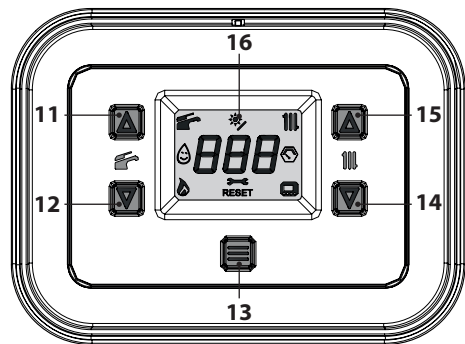
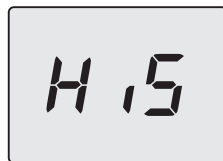
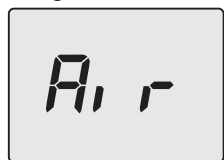
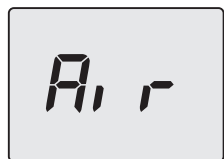

Figura 6.6
Figura 6.8
Figura 6.10
Figura 6.11
- Tenere premuto per 5 secondi il tasto 13 fino a far apparire sul display entrambe i simboli e (Figura 6.6).
- Entrare in "modalità programmazione" premendo contemporaneamente per 5 secondi i tasti 12 e 14 (Figura 6.6) fino a far apparire sul display LCD le lettere **HiS** che indicano il menu "Storico delle caldaie" (Figura 6.8).
- Premere il tasto 13 (Figura 6.6) per attivare la funzione. Il display visualizzerà quanto segue (Figura 6.10 e Figura 6.11).
- tenere premuti contemporaneamente i tasti 12 e 14 per 5 sec. (Figura 6.6) (ritorno al livello precedente).
- Spegnere la caldaia tenendo premuto per 5 secondi il tasto 13 (Figura 6.6) fino a far apparire sul display LCD il simbolo — — — (i trattini vengono accesi in sequenza per simulare uno scorrimento) (Figura 6.5).